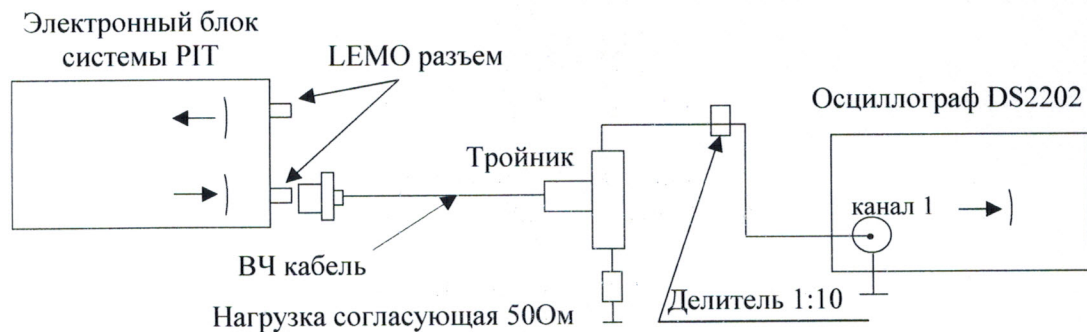

Рис. 2. Схема соединений при проверке параметров импульсов возбуждения генератора системы
- выполнить соединения в соответствии со схемой на Рис. 2.;